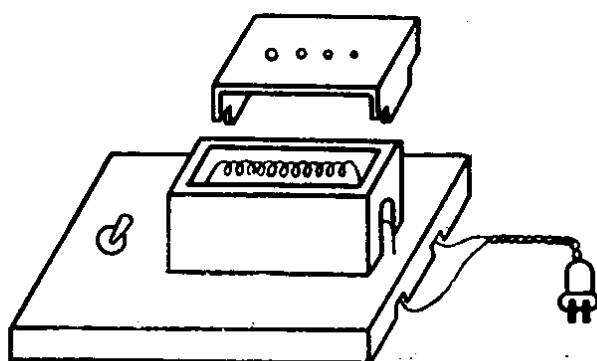

图 1-17 电炉
13. 电炉 (见图 1-17) 擒纵叉的叉瓦锁值不适宜或叉瓦活动时, 可用电炉来熔化叉瓦上的虫胶, 调整或粘牢叉瓦。